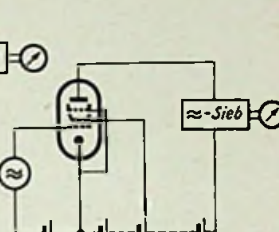

Bild 4. Prinzip der dynamischen Röhrenmeßgeräte (Steilheitsprüfer, Klasse 4)
4. Steilheitsprüfer, d. h. Prüfgeräte, die u. a. eine quantitative Bestimmung der Steilheit ermöglichen. Diese Geräte arbeiten, wie Bild 4 andeutet, mit Gleichspannungen zur Elektrodenspeisung, um einen definierten Arbeitspunkt einstellen zu können. Der Aufwand an Einzelteilen ist für diese Klasse beträchtlich höher als bei den bisher besprochenen Prüfmethoden.